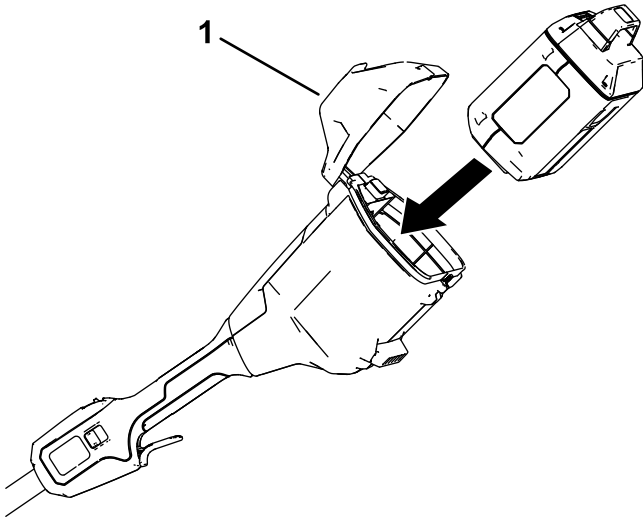

Рисунок 7
2. Откройте крышку аккумулятора (Рисунок 7).
3. Совместите выемку в аккумуляторной батарее с язычком в аккумуляторном отсеке (Рисунок 7).
4. Вставьте аккумуляторную батарею в аккумуляторный отсек и зафиксируйте аккумулятор защелкой (Рисунок 7).